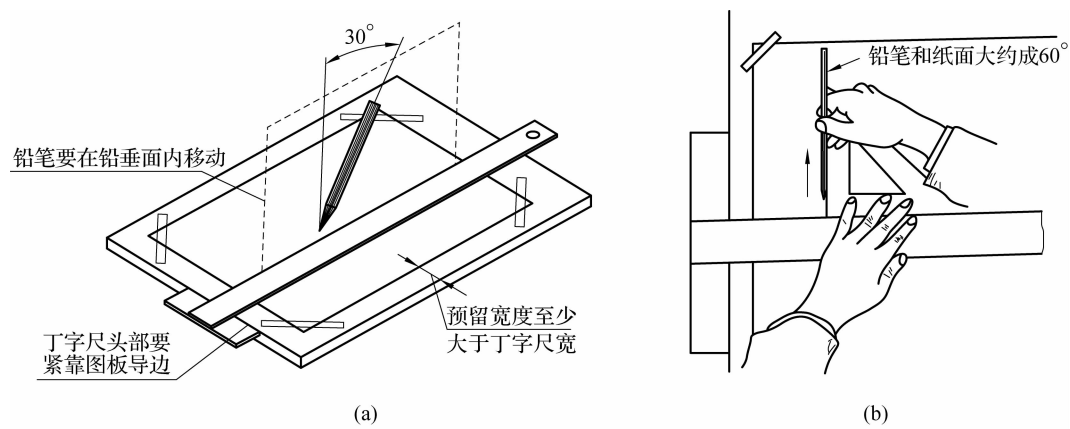

图 1-1-1 用丁字尺画水平线与垂直线
- (1)图板。图板根据大小有多种型号，图板的短边为**导边**。
- (2)丁字尺。丁字尺是用来画水平线的，丁字尺的上面那条边为**工作边**。用丁字尺画水平线时，笔杆应稍向外倾斜，尽量使笔尖贴靠尺边，如图 1-1-1(a)所示。画垂直线时如图 1-1-1(b)所示，**自下往上画线**。